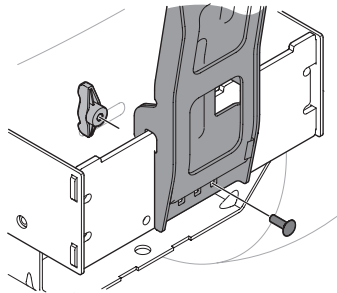

Figura 9
3. Fije el soporte vertical de embolsadoras al soporte de montaje transversal con un perno de carro (710-0276) y una perilla de aleta (720-04122) del paquete de herrajes 689-02364. Consulte la Figura 9.